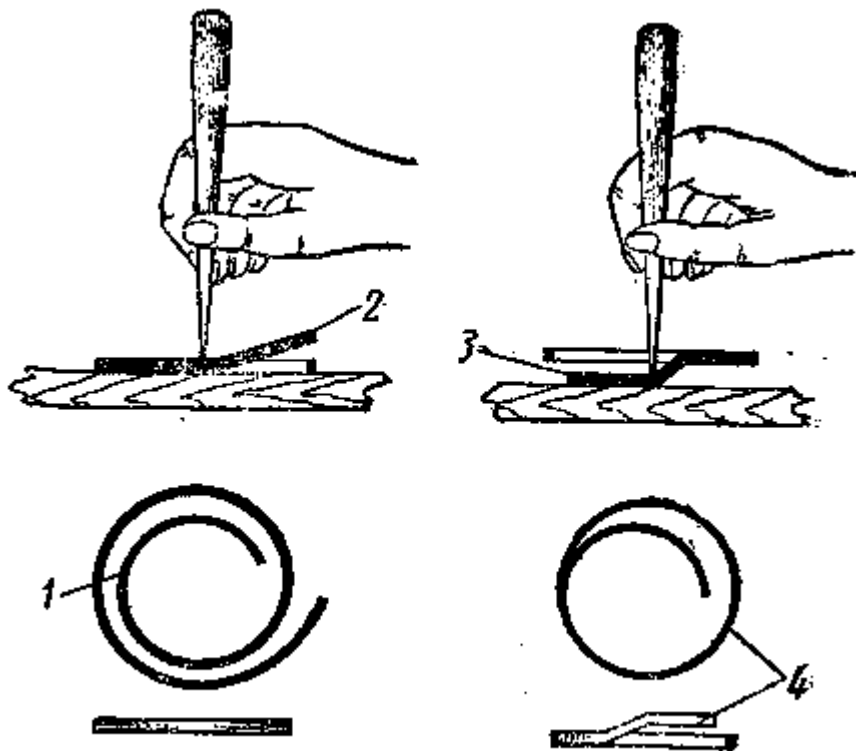

Рис. 78. Изгиб первого витка волоска Бреге:
**Волосок Бреге.** Колено волоска Бреге чаще всего выгибает сам мастер. Чтобы правильно изогнуть волосок, необходимо первый его виток несколько отодвинуть в сторону, затем, крепко зажав пинцетом первый виток в таком месте, чтобы было обеспечено  $2/3$  оборота первого витка, отгибают первое колено волоска, слегка нажимая о твердую деревянную пластинку. Затем волосок переворачивают и проделывают аналогичную операцию с другой стороны (рис. 78), после чего волосок приобретает окончательную форму.